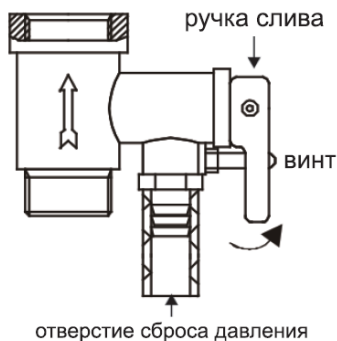

Рисунок 6
4. На входной патрубок, обозначенный голубым цветом и стрелкой направления течения воды, накрутите предохранительный клапан так, чтобы течение воды совпадало с направлением стрелки на корпусе клапана. На отверстие сброса давления предохранительного клапана (см. рисунок 6) оденьте дренажную трубку* для отвода воды (возможно появление при нагревании) в канализацию (трубку необходимо направить строго вниз, запрещено перегибать её).
клапана и перевести ручку слива в верхнее положение, при этом кран выхода горячей воды должен быть открыт, а кран подачи холодной воды в водонагреватель должен быть перекрыт (см. рисунок 6). Из отверстия сброса давления предохранительного клапана потечет вода.